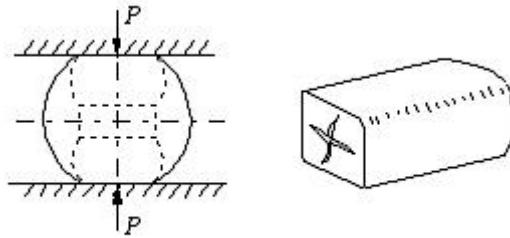

图 2
2. 当用平锤头将一根圆坯锻压成方形件时，发现在方件的横断面上产生了横裂（如图 2 所示），试解释这种现象。